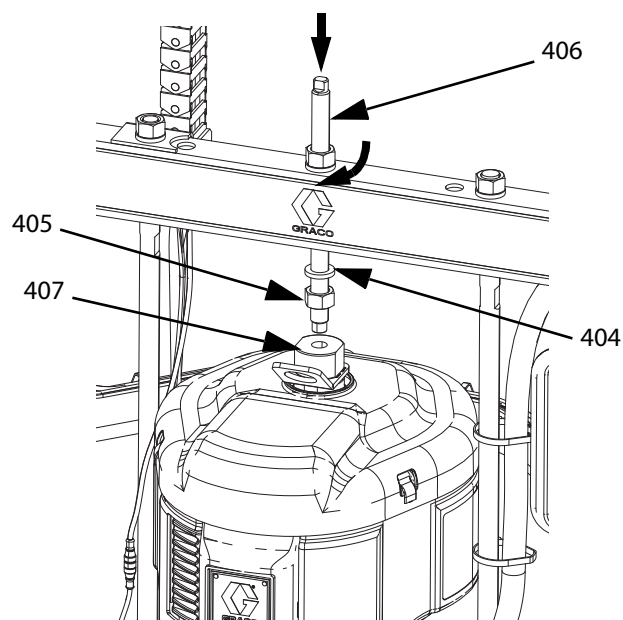

Рис. 47
- б. Установите резьбовой стержень (406) через центральное отверстие рамы. Установите стопорные шайбы (404) и гайки (405) на резьбовой стержень (406), сверху и снизу тяги. С помощью гаечного ключа удерживайте переходник подъемного кольца (407) и закрутите резьбовой стержень (406) в переходник подъемного кольца (407) с помощью другого ключа. См. Рис. 47.
- в. Затяните гайку (405) под тягой с максимальным усилием 34 Н·м (25 футофунтов).
- г. Затяните гайки (405) над тягой для фиксации пневмомотора (В).